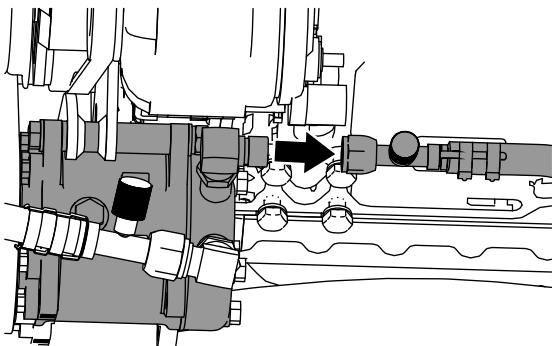

图45
3. 将驾驶室的空调高压软管（ $3/4$ 英寸）连接至直角接头（ $3/4$ 英寸），如 图45 所示。